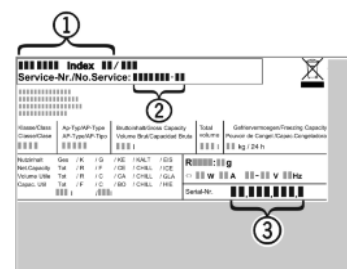

Fig. 8
- Označení přístroje *Fig. 8 (1)*, servisní číslo *Fig. 8 (2)* a sériové číslo *Fig. 8 (3)* naleznete na typovém štítku. Identifikační typový štítek je umístěn na levé vnitřní stěně přístroje.
- Informujte zákaznický servis a sdělte poruchu, označení přístroje *Fig. 8 (1)*, servisní číslo *Fig. 8 (2)* a sériové číslo *Fig. 8 (3)*.